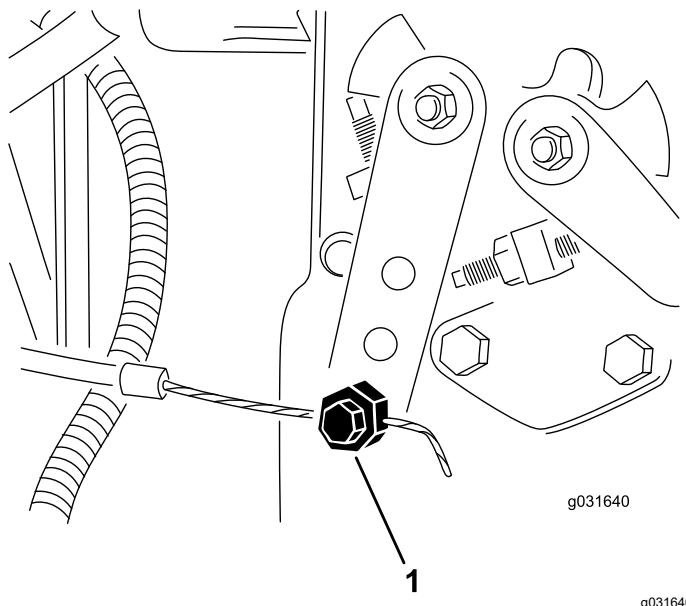

Figura 63
- Allentate il raccordo del cavo dell'acceleratore sulla leva della pompa di iniezione (Figura 63).